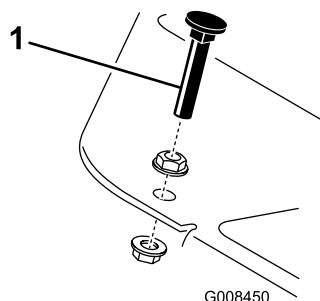

図 44
走行ペダルを踏み込んでみてください。ケーブルに張力が掛かる前にペダルがストップ図 44に当たる場合には調整が必要です。
1. ペダルストップをフロアプレートに固定しているフランジヘッドロックナットをゆるめる図 44。